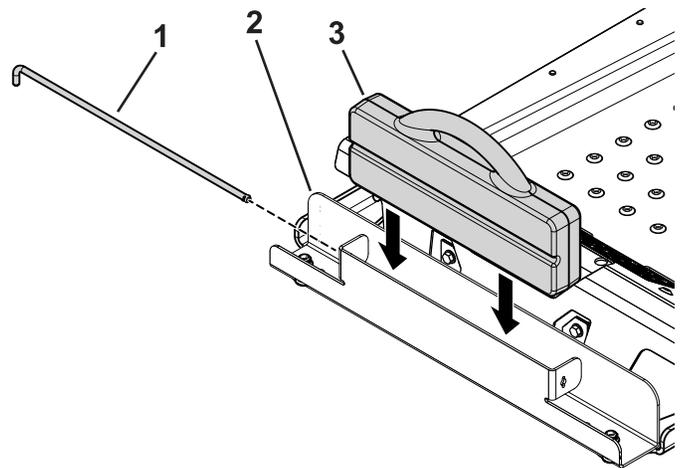

Figura 3
4. Inserte el peso de maletín en la bandeja de pesos con el lado de la ranura hacia la parte delantera de la máquina (Figura 3).
5. Introduzca la varilla de retención en la bandeja y gírela a la posición de bloqueo (Figura 3).